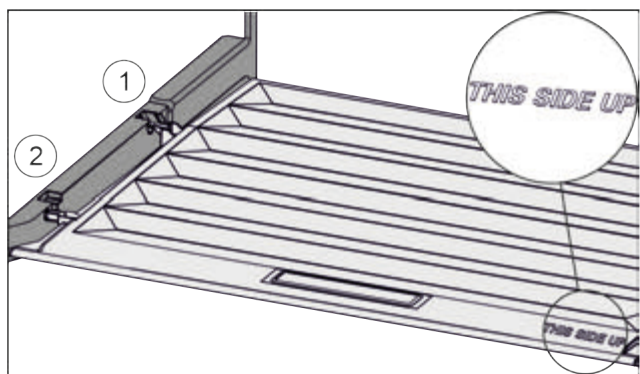

Fig. 69
- ▶ Вставити поперечні ребра через отвір заднього тримача Fig. 69 (1) і зафіксувати спереду у тримачі Fig. 69 (2).